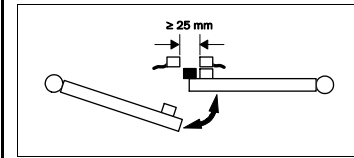

Fig. 6 : Exemple de montage sur des portes battantes
- Distance minimale entre deux interrupteurs de sécurité magnétiques voisins : 25 mm. Pour les portes à battant, l'actionneur doit être monté du côté du battant de fermeture (Fig. 6).